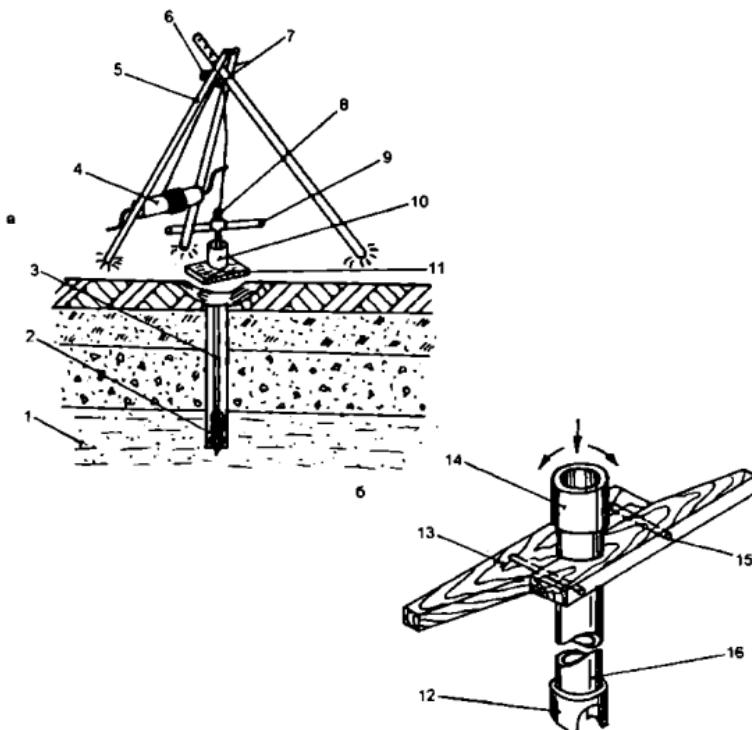

Рис. 40. Оборудование для бурения скважин:
2. Над доской устанавливают треногу из толстых жердей или бревен с прикрепленным к ее вершине блоком (*рис. 40*).